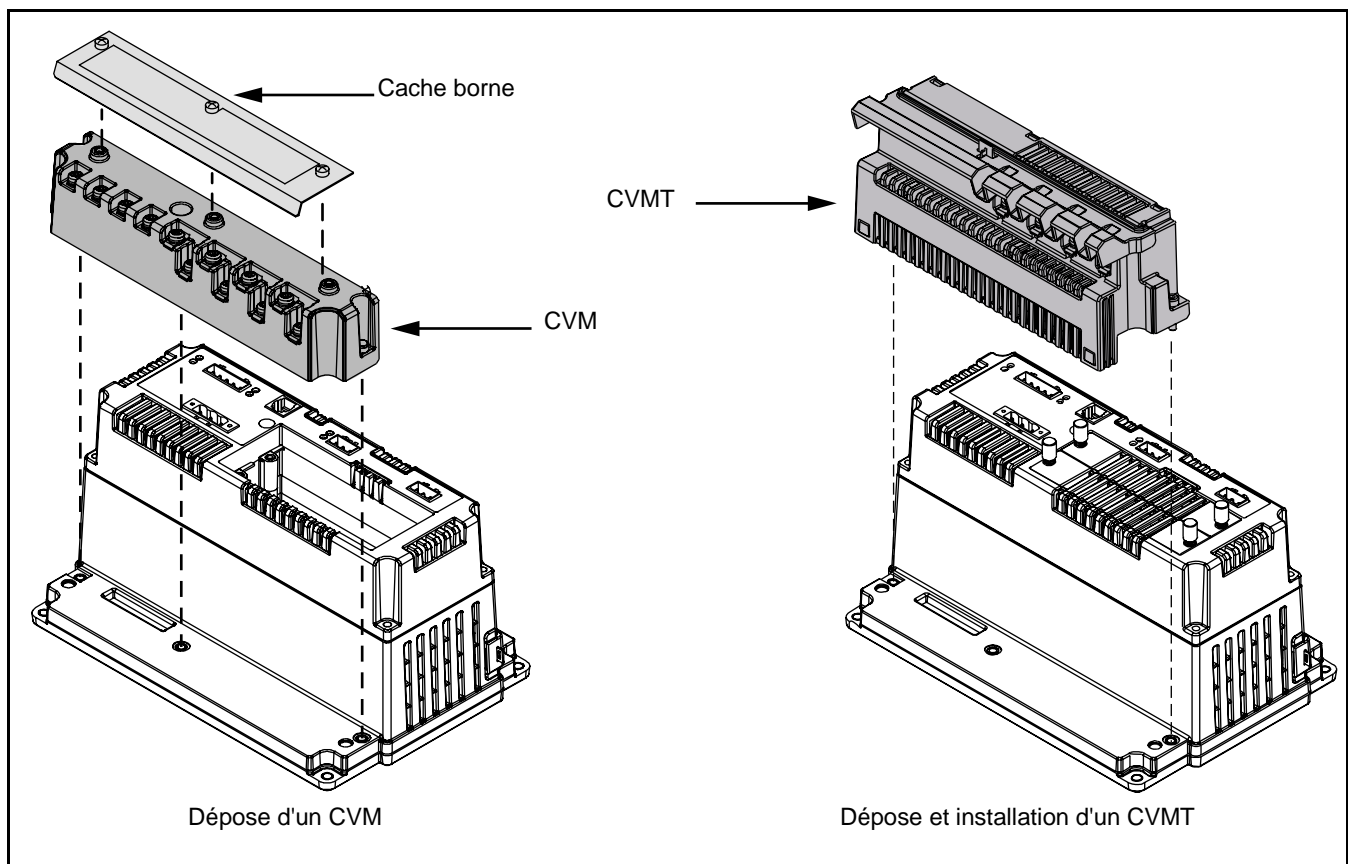

Figure 1 : Dépose d'un CVM ou CVMT et installation du CVMT
Les étapes suivantes expliquent comment déposer un CVM ou CVMT et installer un CVMT. Reportez-vous à la Figure 1.
- a. Débranchez la tension mesurée en retirant les fusibles du transformateur de tension (TT) ou du sectionneur de tension.
- b. Court-circuitez les secondaires du transformateur de courant (TC) pour débrancher le courant mesuré.
5. Desserrez les trois vis allen du CVM et dégagez-les. Tirez le CVM ou le CVMT bien droit jusqu'à ce qu'il soit dégagé du Circuit Monitor comme illustré à la Figure 1.